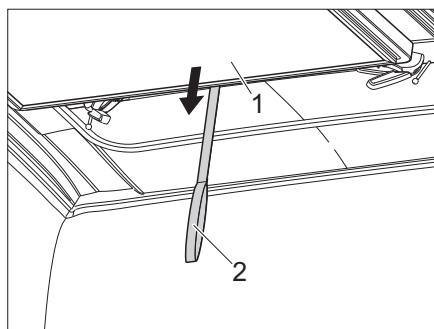

Figure 13 Tirer la couchette vers le bas
- Tirer la couchette (Figure 13,1) vers le bas par la sangle (Figure 13,2).
- ▷ Avant de fermer le toit relevable, abaisser la couchette (Figure 13,1). **Ne pas** abaisser simultanément la couchette et le toit relevable.